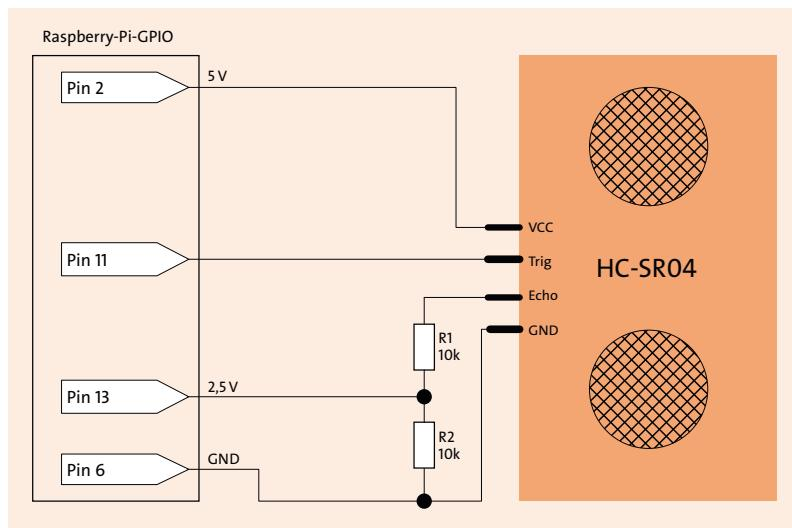

Abbildung 13.4 Anschluss des Ultraschallsensors an 5 V mit einem Spannungsteiler für das Echo-Signal
- ▶ Sie versorgen den Sensor mit 5 V und verwenden am Echo-Pin einen einfachen Spannungsteiler. So erhalten Sie die volle Reichweite des Sensors, benötigen aber zwei externe Widerstände (siehe Abbildung 13.4). Die Pins 11 und 13 können gegen jeden beliebigen freien GPIO-Pin ausgetauscht werden.